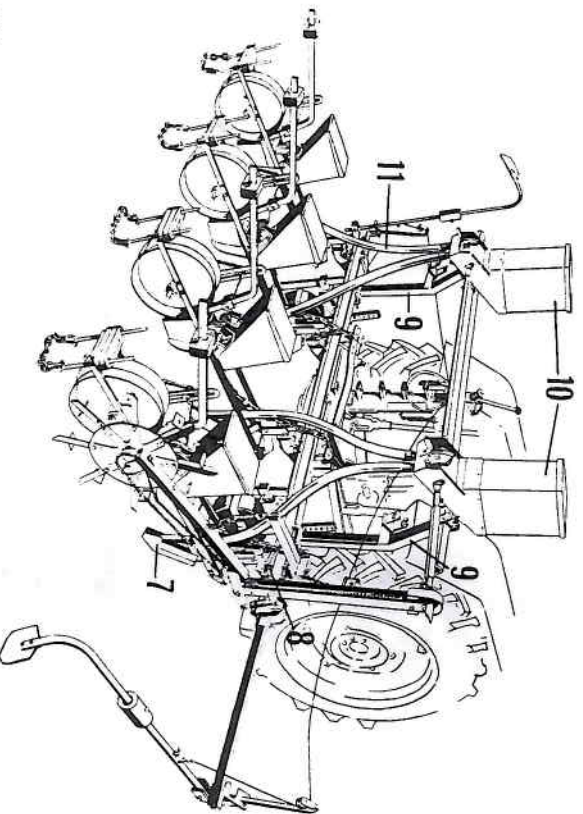
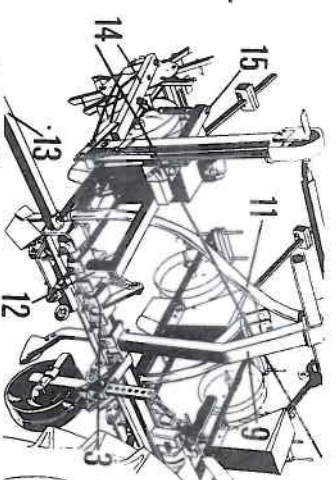

Abb. 119 Maissägerät mit Reihendüngerstreuer kombinier
Abb. 120
Düngerschare (7) an der Universal-schiene (8) anschrauben; Halterungen (9) für die Streukästen (10) anklennen; Streukästen aufstecken und Düngerleitungen (11) anschließen (Abb. 119 und 120). Halterung für den Antrieb (12) an der Universal-schiene zwischen dem Hubanker (3) und Spuranzeiger (13) - Abb. 120 - anklennen. Antrieb (14) anstecken und Transportkette (15) einhängen.